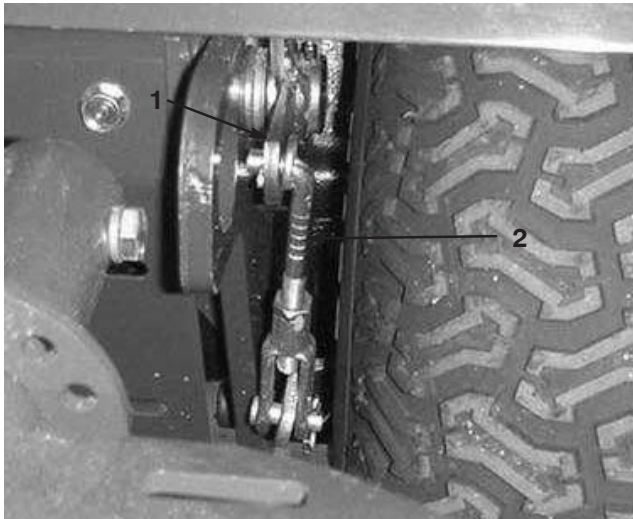

Bild 62
3. Lockern Sie die Klemmmutter an der Lastöse. Nehmen Sie den Splint ab, mit der das obere Ende der Lastöse am oberen Bremsenhebel befestigt ist (Bild 62). Drehen Sie die Lastöse um jeweils eine Umdrehung, um den Abstand zwischen den Hebeln zu verringern.